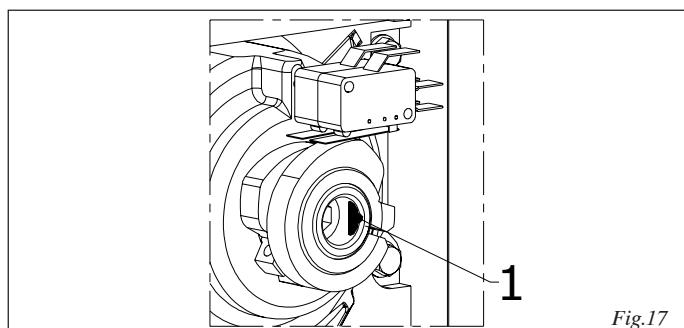

Fig.17
**La battuta meccanica è costituita da una spina elastica (fig.17 rif.1) che non deve essere oltrepassata per evitare di compromettere il funzionamento del dispositivo di sblocco.**